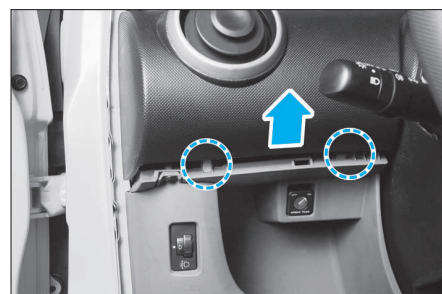

FIG. 53
- Décliper vers le haut et aux endroits indiqués (Fig.53, 54 et 55), la partie supérieure de la planche.